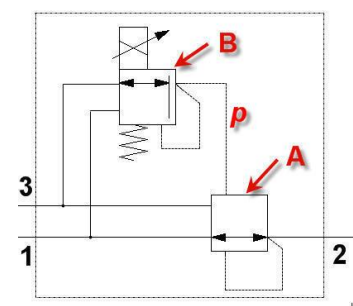

Fig. 8
Deze ventielen bestaan uit twee drukregelventielen (Fig.8), een groot lucht gestuurd drukregelventiel (A) en een klein proportioneel gestuurd stuurventiel (B).